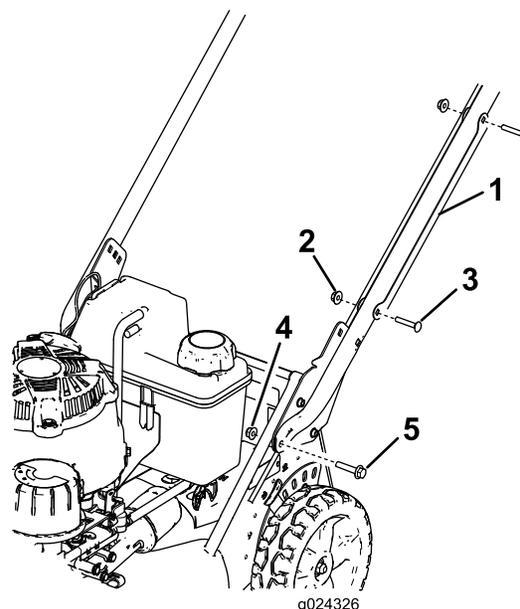

Figure 3
1. Retirez les 2 boulons de carrosserie et les 2 contre-écrous qui fixent le protège-câble au guidon et déposez le protège-câble du guidon (Figure 3).
2. Fixez les extrémités du guidon au carter de la tondeuse au moyen de 2 boulons à tête-embase hexagonale (5/16 x 1-1/2 po) et de 2 écrous à embase (5/16 po), comme montré à la Figure 3.
- Boulon de carrosserie (5/16 x 1-1/2 po) (2)
- Support de guidon (2)
- Écrou à embase (5/16 po) (2)
- Positionnez le protège-câble sur le guidon **en plaçant le(s) câble(s) à l'intérieur du protège-câble**, et fixez le protège-câble sur le guidon à l'aide des 2 boulons de carrosserie et des 2 contre-écrous retirés précédemment (Figure 3).